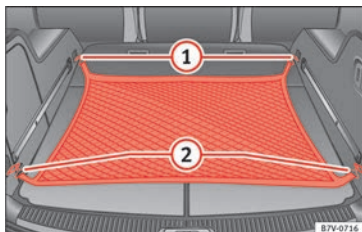

Fig. 173 Dans le coffre à bagages : filet à bagages accroché.
- Accrochez le filet à bagages aux œillets d'arrimage » **fig. 173** ① et ②.
- Débranchez les crochets du filet à bagages des œillets d'arrimage » **fig. 173** ① avec précaution.
- Débranchez les crochets du filet à bagages des œillets d'arrimage » **fig. 173** ② avec précaution.